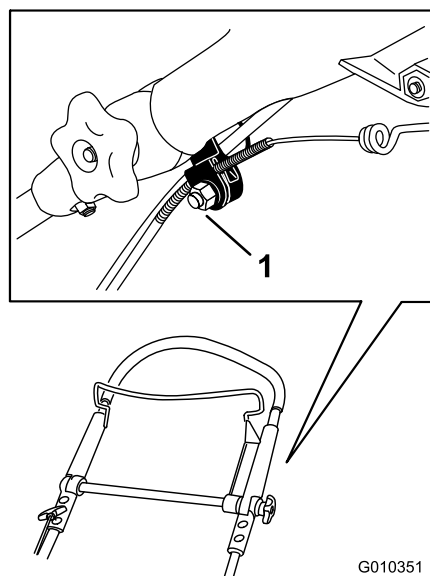

Bild 46
1. Lockern Sie die Mutter an der Kabelhalterung (Bild 46).